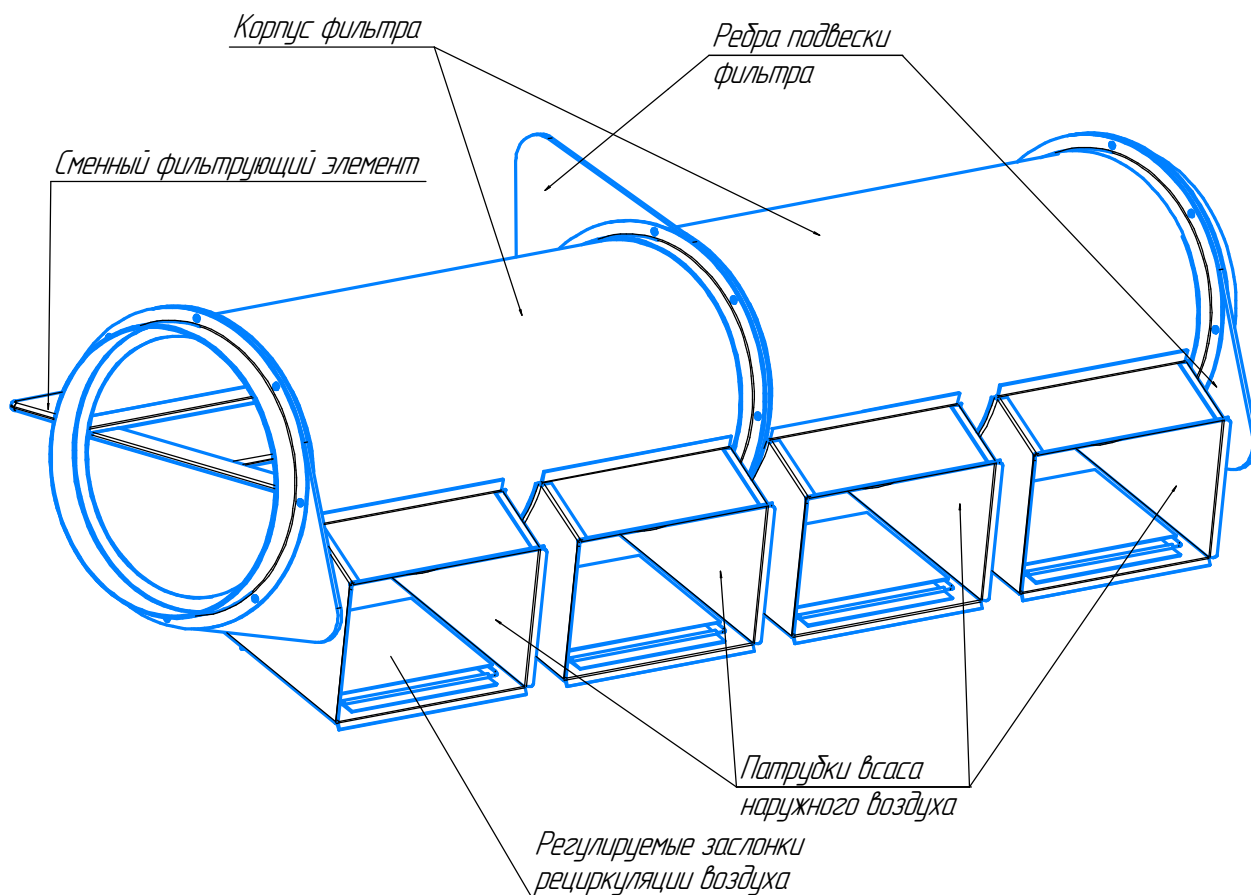

Рис.10. Фильтр С011.300.000
1.3.3.1 Общий вид фильтра С011.300.000 приведен на рис.10.